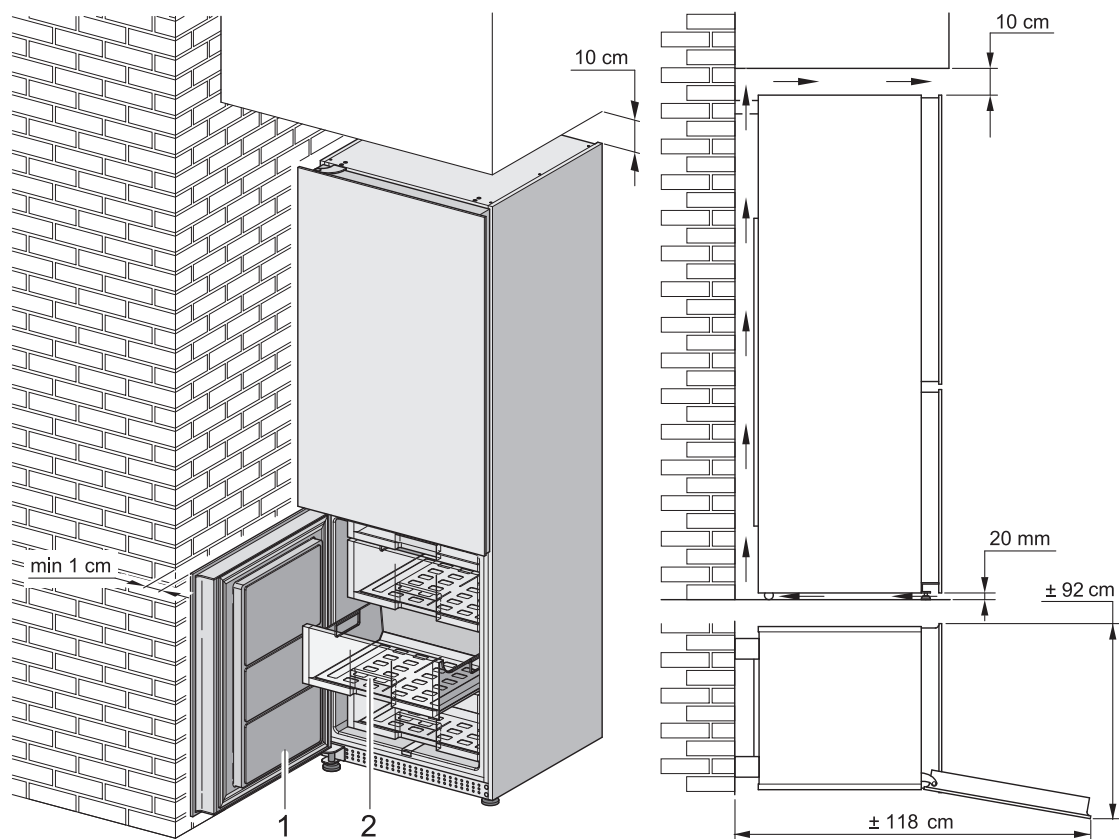

Рис. 1
Холодильник с морозильной камерой всегда устанавливается в сухом помещении и с достаточной циркуляцией воздуха. **Не подвергайте электроприбор воздействию прямых солнечных лучей и внешней среды** (например: запрещается установка в необогреваемой комнате или на балконе). Не закрывайте вентиляционные отверстия на задней стороне прибора: необходимо поддерживать хорошую циркуляцию воздуха вокруг прибора. Между верхней частью корпуса прибора и мебелью, расположенной над ним, должно быть расстояние не менее 10 см (Рис. 1). Не устанавливайте холодильник с морозильной камерой рядом с источниками тепла. В случае крайней необходимости, во избежание нарушения корректного функционирования изделия, необходимо использовать соответствующую изолирующую панель. В противном случае, устанавливайте электроприбор на расстояниях не менее 3 см от электрических или газовых плит и не менее 30 см от отопительных систем, использующих горючие материалы или батареи. При нарушении этих правил потребление электроэнергии прибором увеличивается, а компрессор может перегреться.
Если прибор устанавливается в угол, между его корпусом и стеной необходимо оставить промежуток не менее 1 см, чтобы при открытии дверцы морозильной камеры (1) ящик для замороженных продуктов (2) мог свободно извлекаться (см. рис. 1).